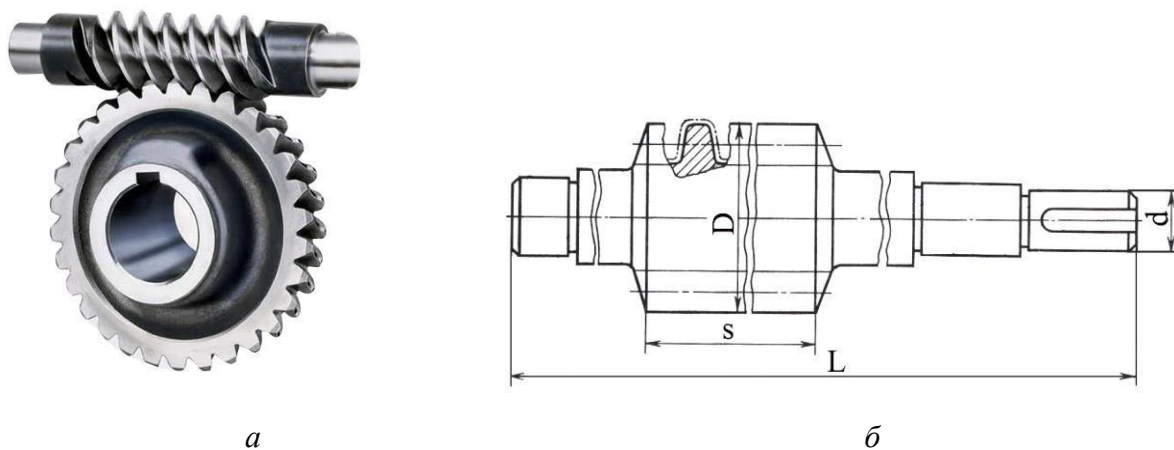

Рис. 1.7. Быстроходный червяк:
7. Пользуясь «Марочником сталей и сплавов», выбрать марку стали для изготовления тяжело нагруженного быстроходного червяка станочного суппорта (рис.1.7). Производство редукторов серийное.